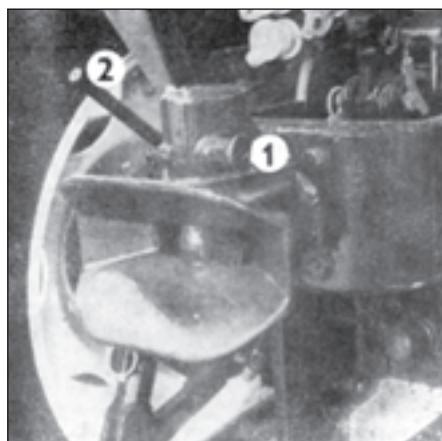

Fig. 68
Chape automatique d'attelage (fig. 68)
- retirer la goupille de sécurité par traction (fig. 68/1) ;
- relever la goupille principale par le levier (fig. 68/2) de sorte que la goupille reste en position supérieure.